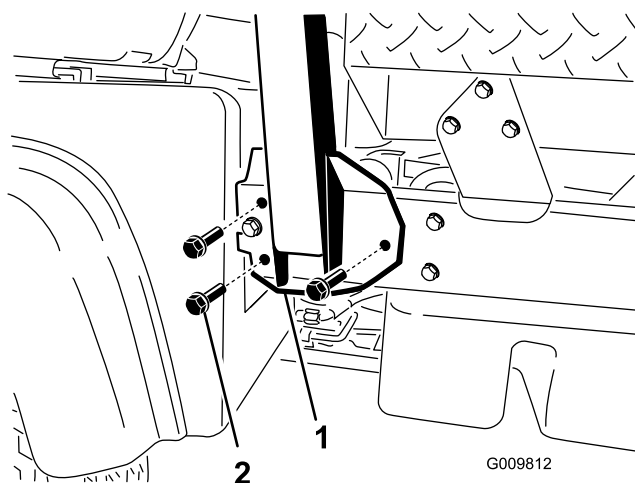

Figura 6
2. Allineate ciascun lato del roll bar con i fori di montaggio su ciascun lato del telaio della macchina (Figura 6).
3. Fissate la staffa di montaggio del roll bar al telaio della macchina con 3 bulloni a testa flangiata (1/2" x 1 1/4") su entrambi i lati (Figura 6).